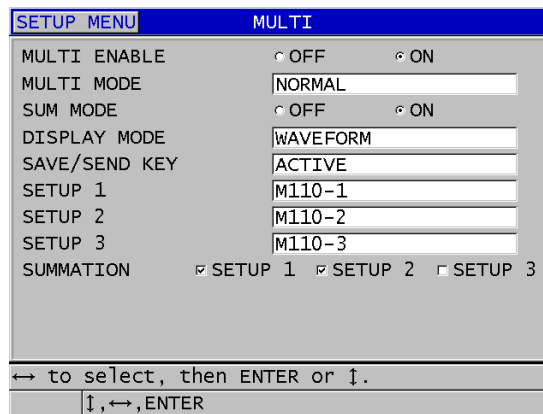

Figura 7-7 Configurar os parâmetros de medição no modo normal multi-medida
5. Na tela **MULTI** (consulte Figura 7-7 na página 122):